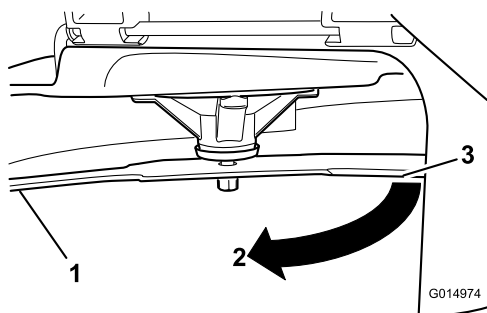

Bild 77
3. Zwischen Messer und Oberfläche gemessener Abstand (A)
4. Drehen Sie dasselbe Messer um 180 Grad, sodass die andere Schnittkante jetzt in derselben Stellung ist (**Bild 77**).